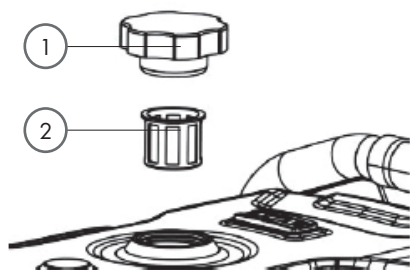

Рис.13
Перед снятием крышки топливного бака (1) (рис. 13) следует протереть её и пространство вокруг неё. Это позволит уменьшить количество загрязняющих веществ, проникающих в топливную систему.